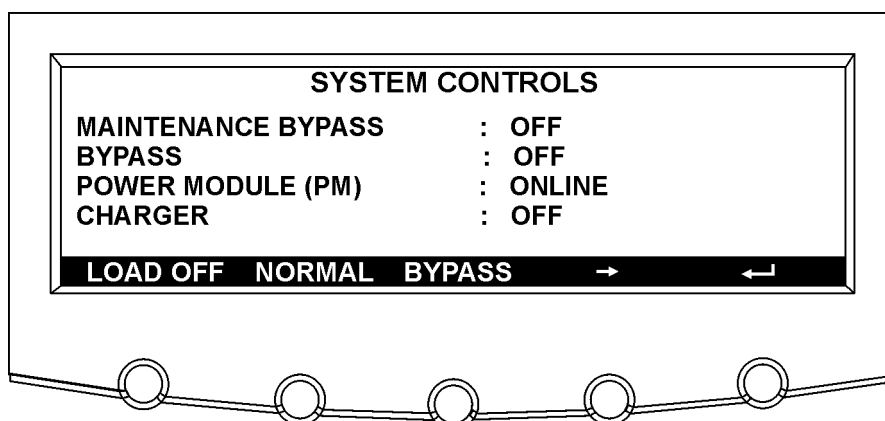
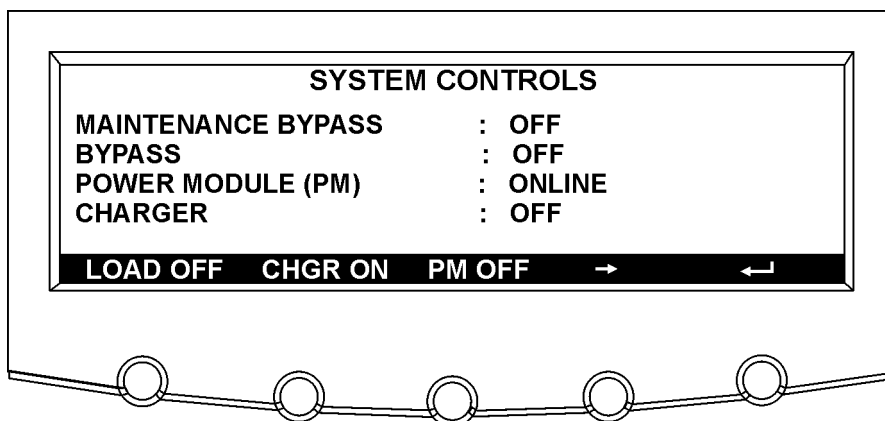

Рисунок 5-5. Экран System Controls 1
Рисунок 5-6. Экран System Controls 2
Нажмите кнопку CONTROLS в основном меню, чтобы перейти к экрану System Controls. Этот экран позволяет управлять функциями LOAD OFF, нормальной работы, перехода в режим байпаса, контроля зарядного устройства, включения и выключения силового модуля. Кроме того, данный экран показывает текущий статус ИБП и отражает, работает ли устройство в режиме Maintenance Bypass или Bypass, а также состояние силового модуля (PM) и зарядного устройство. На Рис. 5-5 и Рис. 5-6 показаны экраны System Controls.